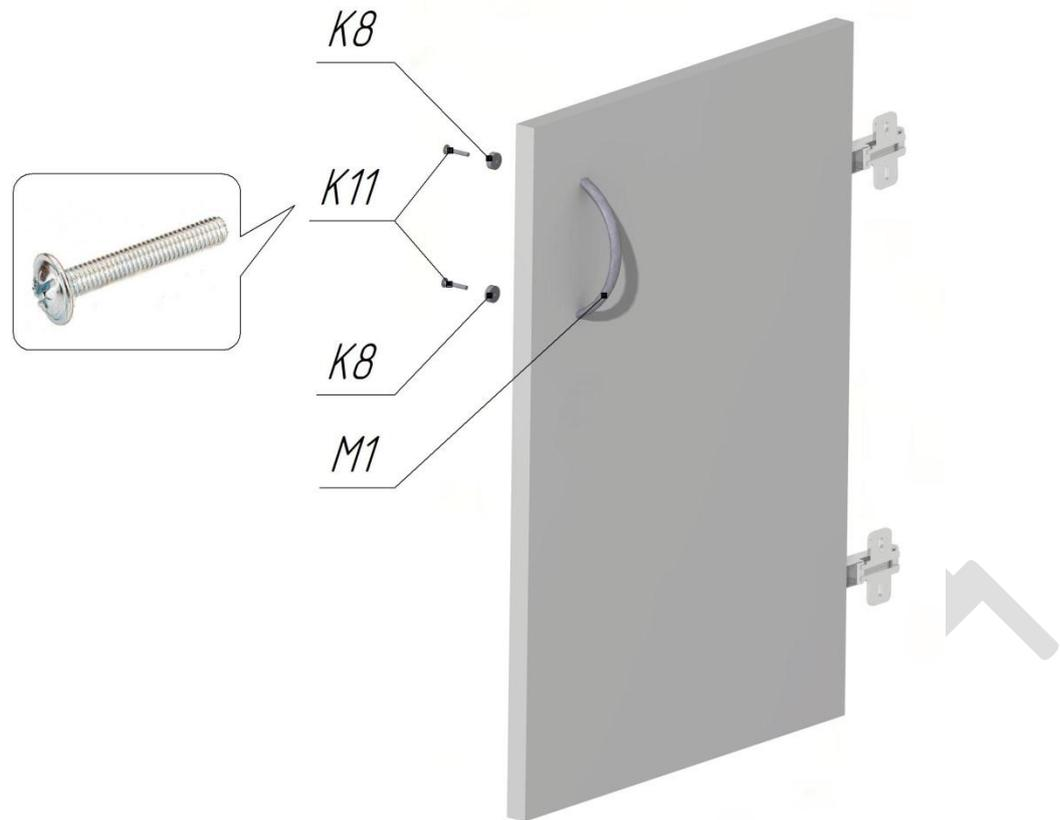

Рисунок 18
26. Установить ручку дверцы М1 при помощи винтов К11 (2шт.) и шайб К8 (2шт). См.Рис.18.